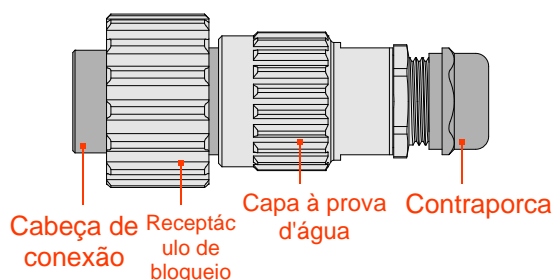

Figura 3-22 Conector CA
- Etapa 2 Solte a contraporca e a cobertura à prova d'água do conector AC (conforme mostrado em Figura 3-22), passe o cabo energizado, o neutro e o de aterramento pela trava e crimpe-os na porta correspondente do conector CA.